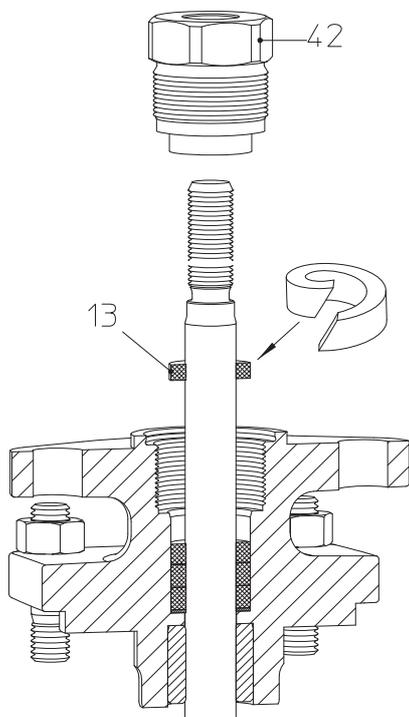
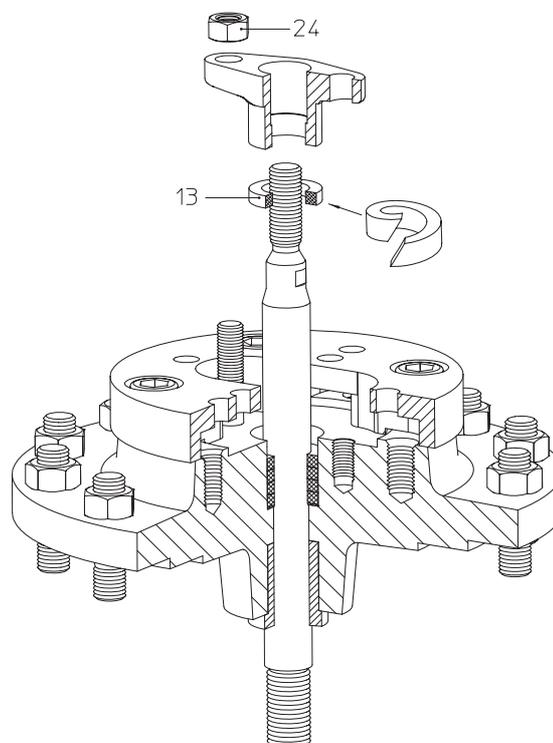

Bild 13: Stopfbuchspackung DN15-150
Bild 14: Stopfbuchspackung DN125v-150v
- Neuen Packungsring (Pos. 13) einlegen, Einbau gemäß Darstellung Bild 13 bzw. Bild 14.